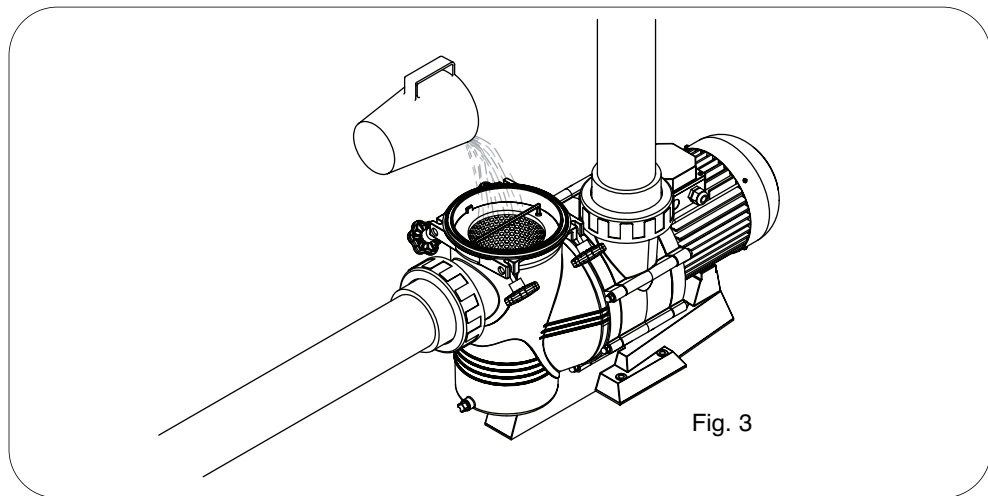

Fig. 3
- Para el correcto funcionamiento de la bomba se debe de proceder al cebado del prefiltro de la bomba hasta que el agua aflore por el conducto de aspiración.(Fig.3)
- Las bombas en ningún caso pueden trabajar sin haber sido llenadas previamente de agua, ya que de lo contrario, ello puede dañar la junta mecánica provocando pérdida de agua por ésta. (Fig.3)